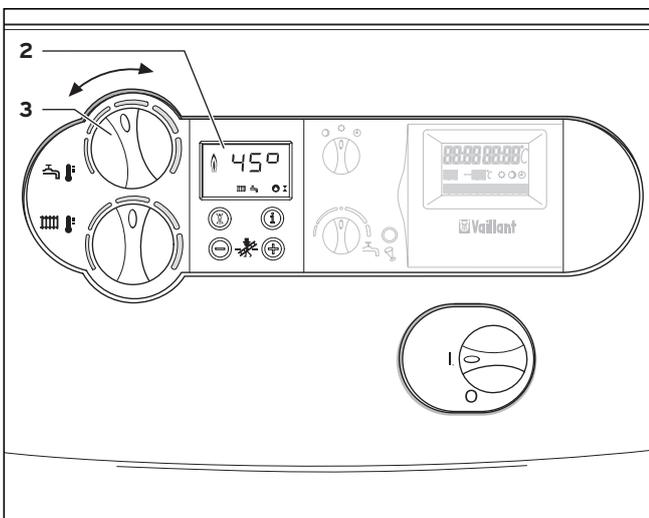

Abb. 4.6 Einstellung der Speichertemperatur (nur bei angeschlossenem Warmwasserspeicher)
Bei Unterschreiten der eingestellten Speichertemperatur geht das Gerät selbsttätig in Betrieb und heizt den Speicher nach. Während der Speicherladung blinkt im Display (2) die Anzeige , siehe Abbildung 4.6.
- Drehen Sie hierzu den Drehknopf (3) zur Einstellung der Warmwassertemperatur auf Linksanschlag, siehe Abbildung 4.6. Es bleibt eine Frostschutzfunktion für den Speicher aktiv. Im Display (2) wird für ca. fünf Sekunden eine Speichertemperatur von 15 °C angezeigt.